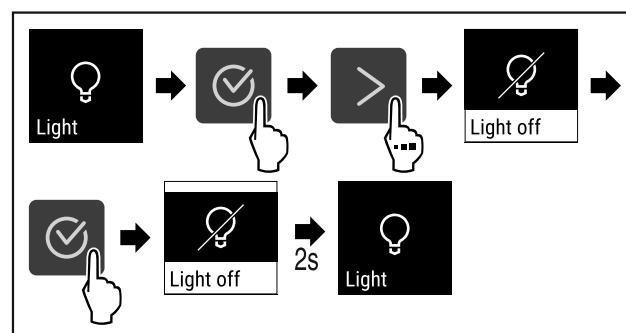

Fig. 85
- ▶ Izvedite zahtevane korake (glejte Fig. 85) .